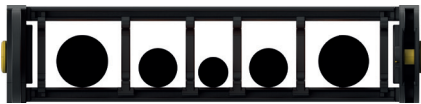

Abb. 4
4) Ordnen Sie die Leitungen/Schläuche symmetrisch nach Abmessung und Gewicht an, wobei Sie die größten und schwersten Leitungen/Schläuche außen und die kleineren und leichteren innen platzieren (**Abb. 4**)